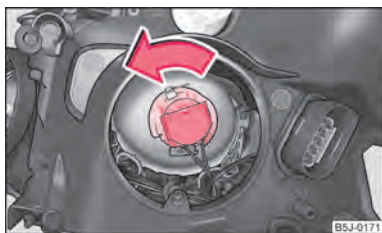

Fig. 159 Demontarea becului luminii de întâlnire și drum/lumina de întâlnire
- Rotiți fișa cu becul spre stânga până la limită ⇒ fig. 159 și scoateți-o.